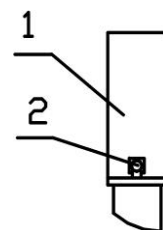

Рис.5.7
5.3.2 Аккуратно уложить кабели в БМ-1Н, БД-1Н, закрыть крышку 1 (рис. 5.7), закрепить с помощью винтов 2 и опломбировать.